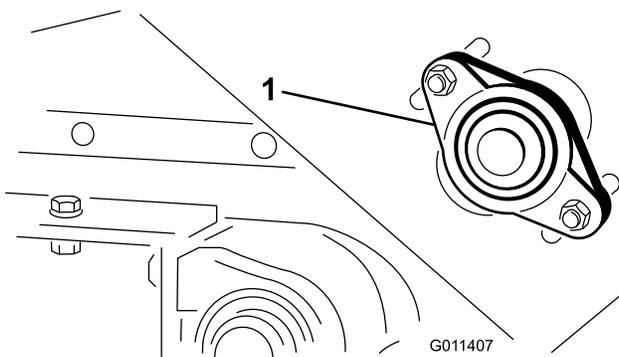

Рисунок 22
1. Ослабьте гайку крепления корпуса подшипника (Рисунок 22) на правой стороне машины.